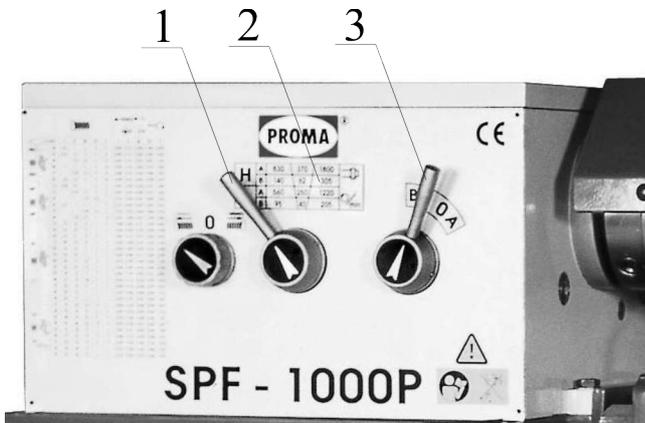

Рисунок 15.
**Выбор скоростей шпинделя (см. рис.15).**